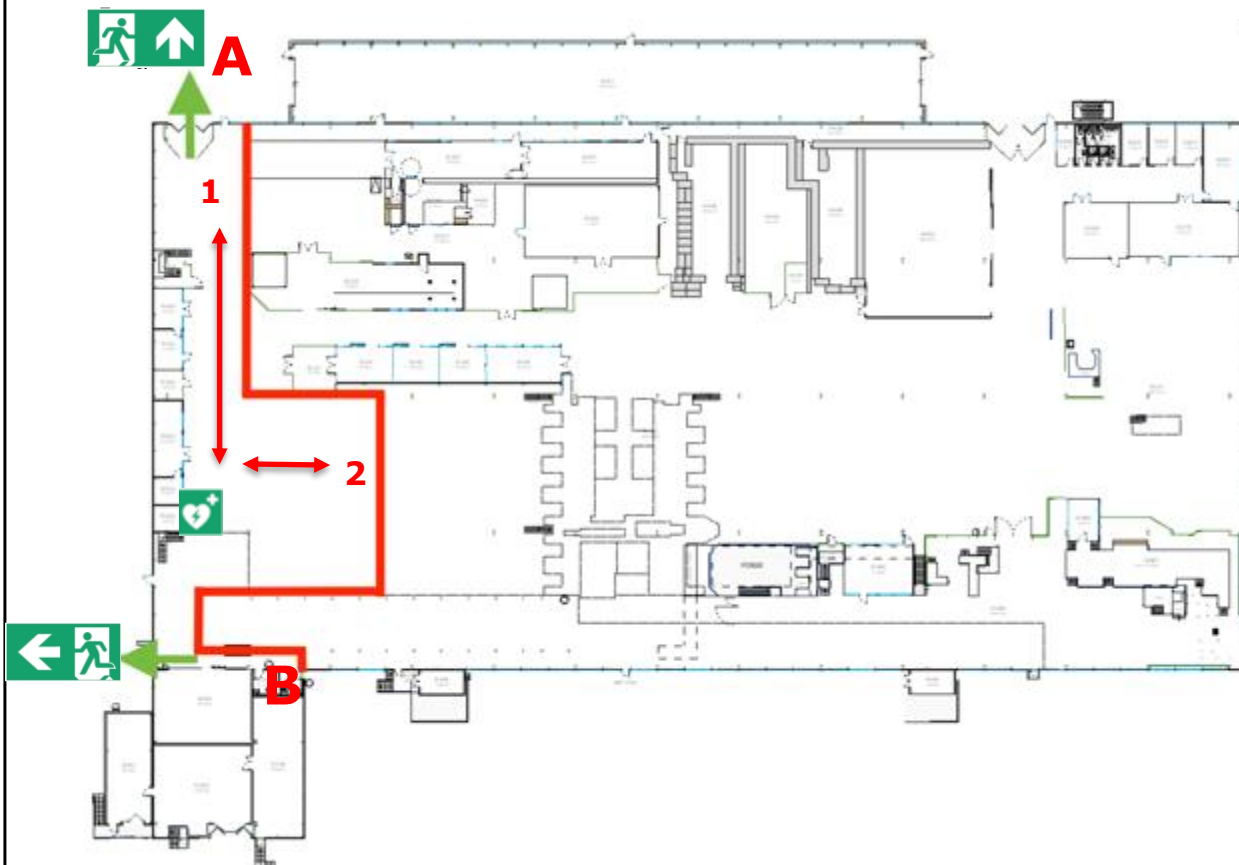

Figure 4 : Disposition générale de la zone du SM18
La visite (12 visiteurs, 2 accompagnateurs) se déroulera dans la zone délimitée en rouge en Figure 4 (RDC, bâtiment SM18). L'accès (entrée et sortie) au bâtiment se fera par la porte côté SMA18 (Figure 4, repère A).
Un balisage sera mis en place (rubalise et/ou barrières de sécurité, en rouge Figure 4).
- Des sanitaires sont disponibles sur les parcours de visite (Figures 4, 5 et 6, repère B) ;